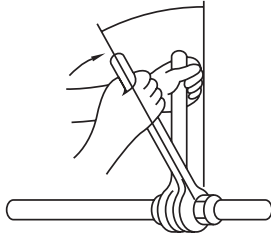

Fig. 5-8
- Borunun oturma yüzeyine ince bir tabaka halinde soğutma yağı sürün. (Fig. 5-8)